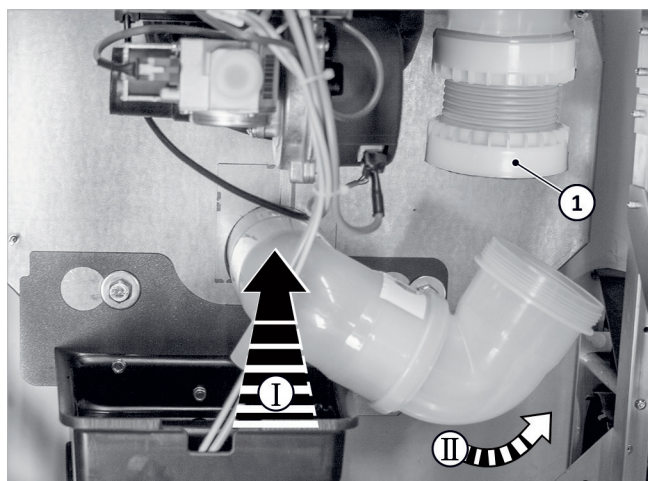

Fig. 42: Montaje del codo de salida de humos
5. Tire hacia abajo de la tuerca de racor (v. → fig. 42, 1) y enrósquela con el codo de salida de humos.